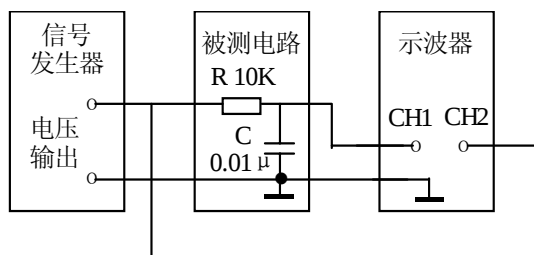
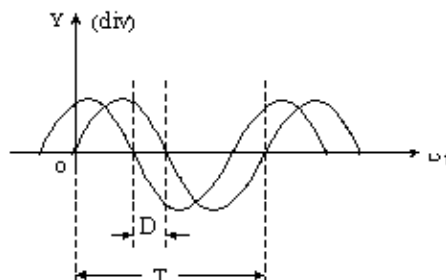

图 2.4 示波器、函数发生器的使用
图 2.5 相位差的测试
3. 以正弦波信号作输入, 测试图 2.4 所示被测电路输入、输出信号的电压幅值、频率、周期和相位差。相位差的测法如图 2.5 所示, 图中 T 为周期, D 为相位差。数据记入表 2. 1。